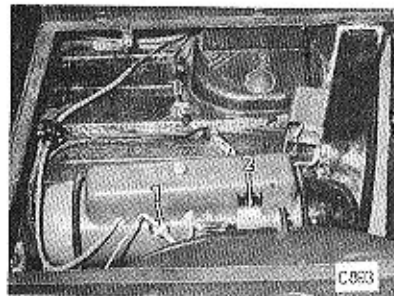

Рис. 55
- очистку накалившейся части свечи (рис. 55, поз. 1), очистку электрода части зажигающей, контроль расстояния электродов (2,5 мм)
У отопителя, находящегося в багажнике, вынимается крышка и кнопка термовыключателя (рис. 55, поз. 2) вдавливаются.